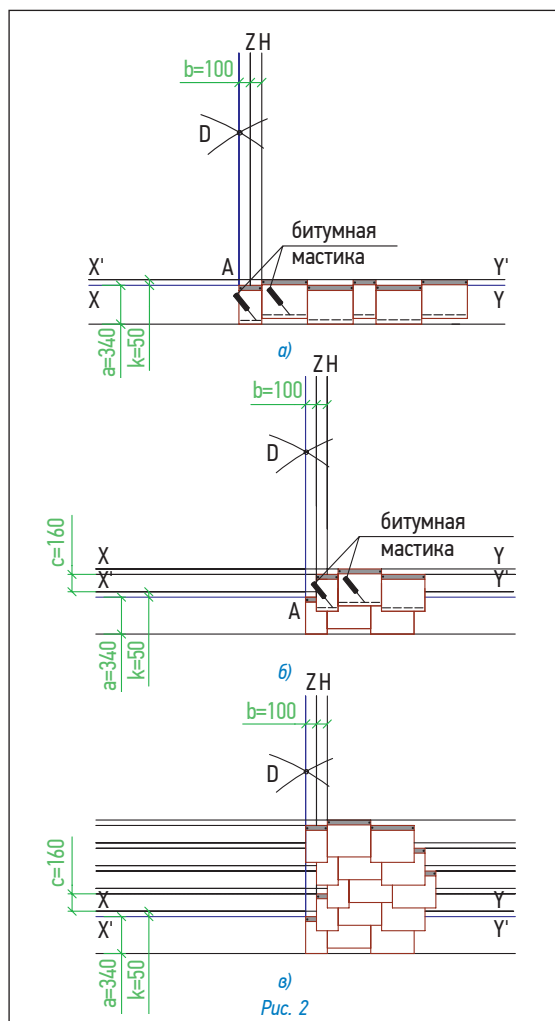

Рис. 2
- укладка черепицы начинается от линии AD, при этом верхний край листов выравнивается по линиям XY и X'Y' (рис. 2а);
- листы укладываются встык и фиксируются двумя гвоздями на расстоянии 2,5 см от верхнего края (рис. 2а), по нижнему краю черепица фиксируется битумной мастикой;
- листы второго ряда черепицы укладываются от линии Z, их верхний край выравнивается по линиям, параллельным XY; каждый лист фиксируется двумя гвоздями (рис. 2б);
- третий ряд укладывается от линии H, четвертый — от линии Z, пятый — от линии AD, (рис. 2в);
Каждый лист крепится двумя гвоздями в штатных местах, в соответствии с рекомендациями, приведенными выше (рис. 2б).